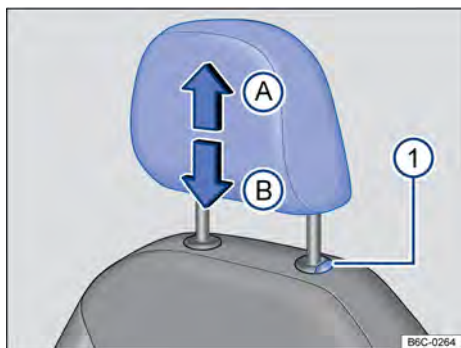

Fig. 67 Apoio para cabeça: ajustar, desinstalar e instalar.
- Deslocar o apoio para cabeça para cima (A) ou para baixo (B) na direção da seta com o botão → Fig. 67 ❶ pressionado → ⚠️ em *Introdução ao tema* na página 83.
- Retirar o apoio para cabeça com o botão → Fig. 67 ❶ pressionado na direção da seta (A).
- Empurrar o apoio para cabeça totalmente para baixo na direção da seta (B) com o botão → Fig. 67 ❶ pressionado.
- Empurrar o apoio para cabeça para baixo com o botão na direção da seta (B) → Fig. 67 ❶ pressionado.